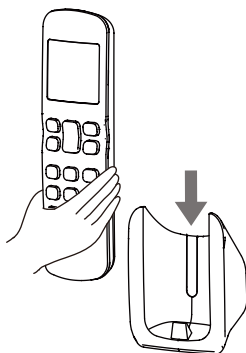

Abb. 2.5
3) Schieben Sie die Fernbedienung senkrecht nach unten in ihre Halterung (siehe Abb. 2.5).